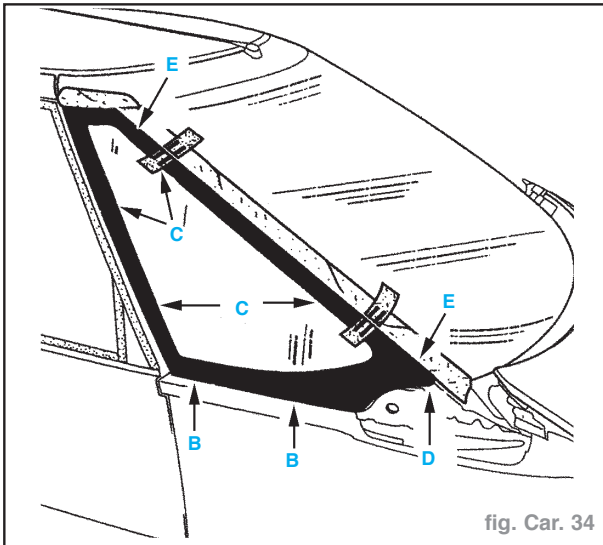

fig. Car. 34
- Présentation à blanc pour centrage (fig. Car. 34).
- Présenter la vitre, la positionner à l'aide des repères faits à l'adhésif et à l'aide des cales (E) pour obtenir un jeu mini de 5 mm avec le bord du pare-brise (fig. Car. 34).
- Appuyer sur la vitre jusqu'au contact des cales (C) et (D).
- Retirer alors les cales (B), (C) et (E) et (D).